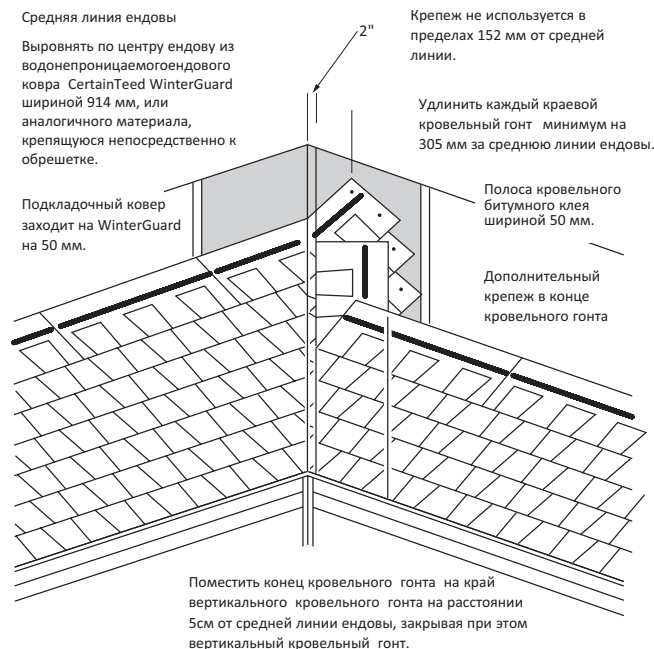

Рис. 6-18: Выполнение альтернативной закрытой ендовы.
5. Уложите кровельные гонты на смежной плоскости крыши, размещая левый нижний угол кровельного гонта каждого ряда на расстоянии 5 см от средней линии ендовы поверх «вертикальной кровельной плитки». См. Рис. 6-18.